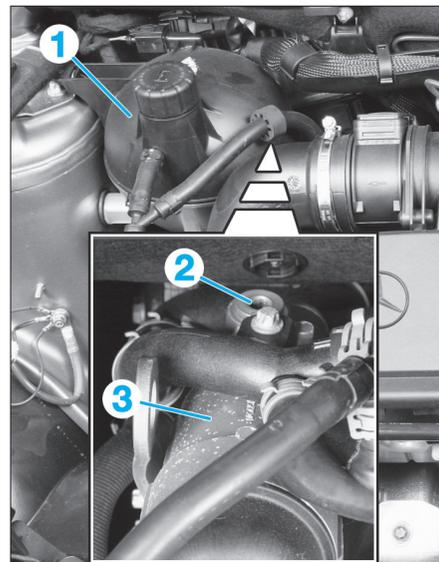

FIG. 34
- Mettre de côté le vase d'expansion (1) de liquide de refroidissement, sans débrancher les durits.
- Déposer la vis (2) sur le boîtier de filtre à huile (3) (Fig.34).
- Brancher le manomètre équipé de son raccord en lieu et place de la vis (2).
- Reposer la vis (2).